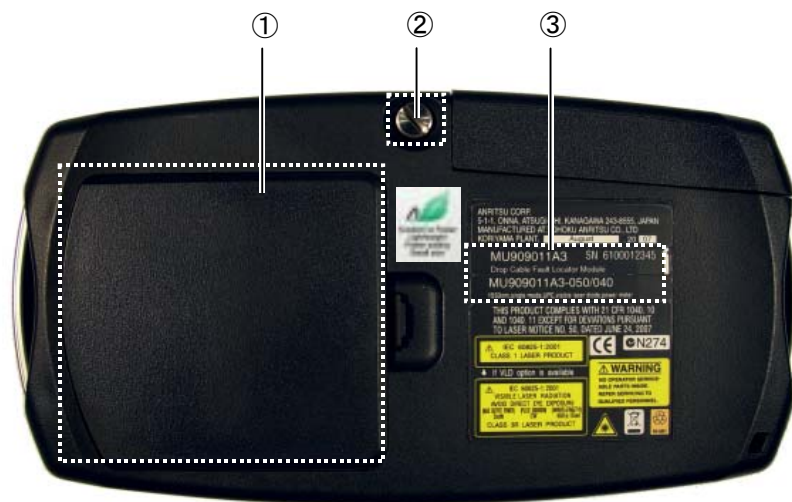

図 2.4.3-1 背面
2. 本器の背面にあるバッテリーカバー(図 2.4.3-1)の爪を引いてカバーを開けます。